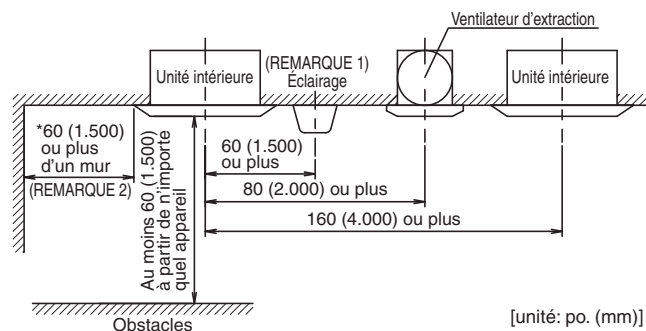

Fig. 2
- Toutes les bouches d'aération, appareils d'éclairage ou autres appareils pouvant perturber le flux d'air pourrait tacher le plafond s'ils sont trop près, alors suivez **Fig. 2** lors de l'installation.